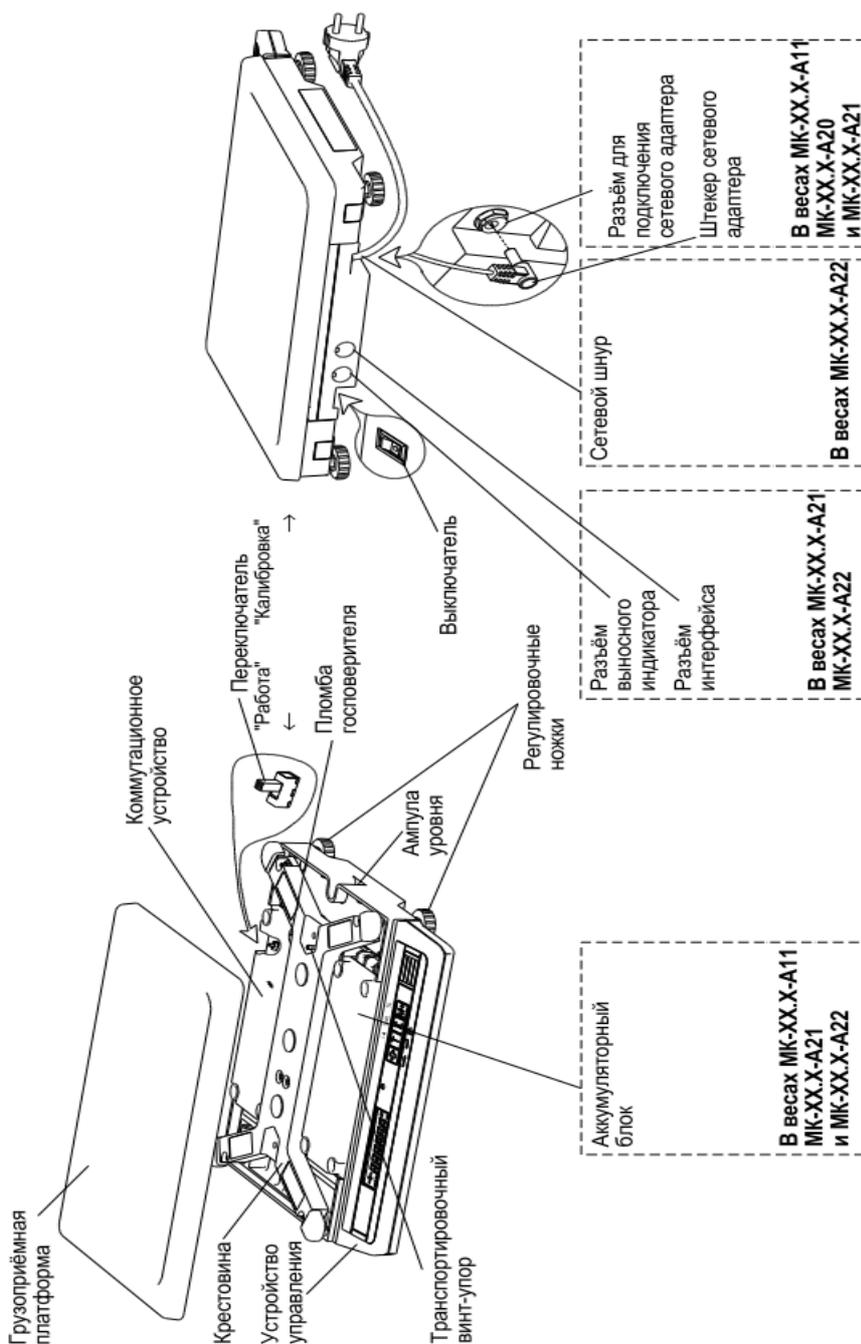

Рисунок 6.1
- включить весы в режим калибровки. Для этого необходимо вывернуть винты крепления крышки коммутационного устройства (рисунок 6.1), снять крышку и установить переключатель режима работы в положение "Калибровка", установить крышку на место;